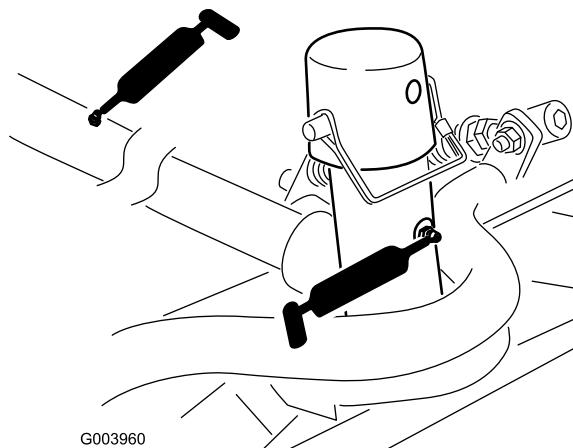

Рисунок 66
- Оси поворота подъемного рычага (по 1 шт.) (Рисунок 66)
- Несущая рама и ось поворота режущего блока (по 2 шт.) (Рисунок 66)